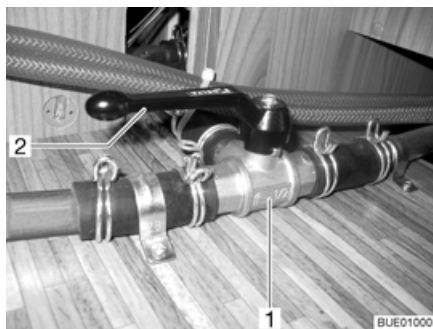

Bild 159 3-vägsventil
- Ställ spaken (Bild 159,2) till 3-vägsventilen (Bild 159,1) parallellt med den raka genomflödesriktningen (Bild 159).
- Ställ spaken (Bild 159,2) till 3-vägsventilen (Bild 159,1) tvärs mot den raka genomflödesriktningen.